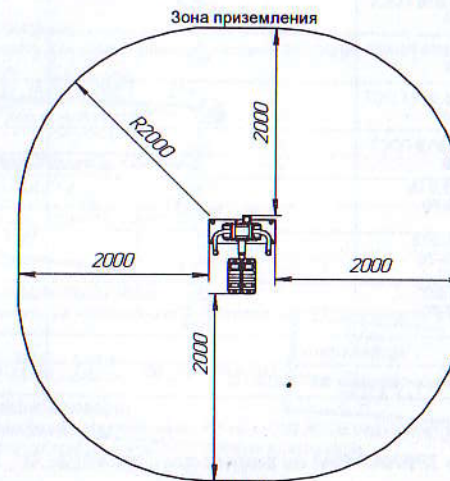

Рис. 2
1 - зона для передвижения; 2- зона приземления (см. рис. 2);
12.1.3 Размеры минимального пространства для размещения оборудования и безопасные расстояния от оборудования до поверхности площадки указаны на рис. 2.